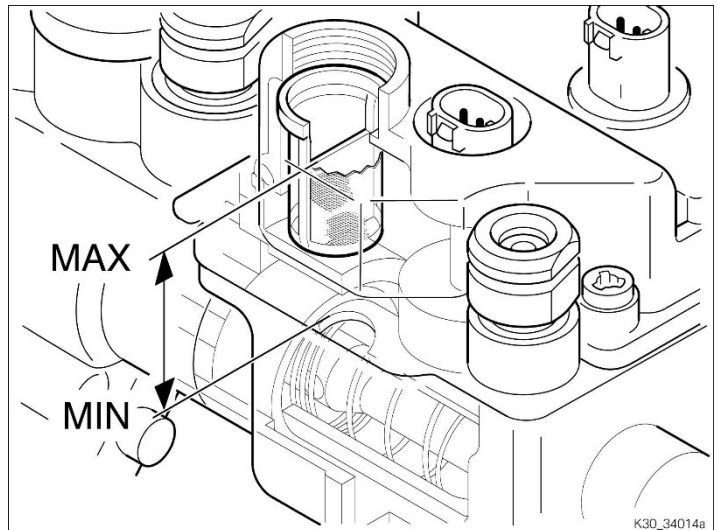

Abbildung 2
- Bei komplett zurück gedrückten und fixierten Bremskolben oder (besser!) der ermittelten Sollstärke von Scheibe und Belägen (s. o.) den Radkreisbehälter auf MAX-Markierung auffüllen (Abbildung 2).